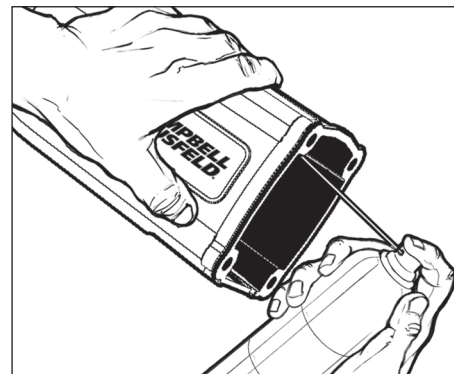

Figure 11
2. Tourner l'assemblage du moteur vers le haut, puis vaporiser une bonne quantité de nettoyant dégraissant dans le manchon et la chambre de combustion (voir la figure 11). Recueillir l'excédent de nettoyant dégraissant, de saleté et de débris sur un torchon.